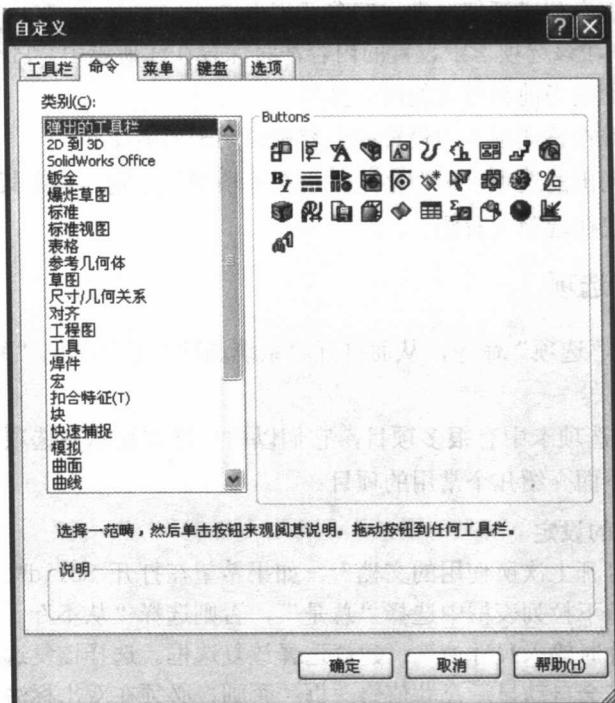

图1-6 “自定义”对话框的“命令”选项卡
(1) 选择命令“工具”|“自定义”，或在工具栏区域右击，在弹出的快捷菜单中选择“自定义”，从而打开“自定义”对话框。
(2) 单击“命令”标签，打开“命令”选项卡，如图1-6所示。